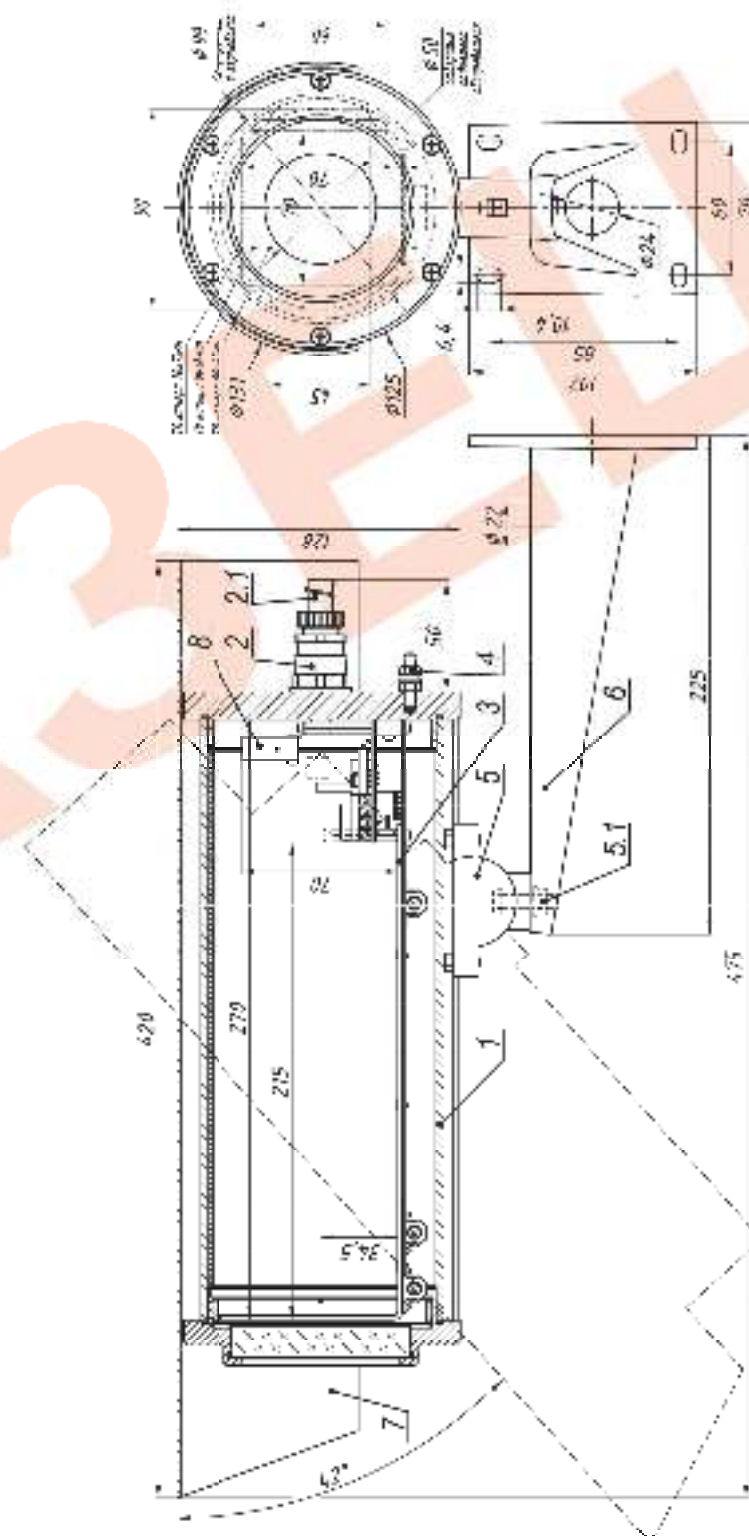

Рис.1 Состав и габаритно-установочные размеры ТГБ-4Г ТВ Ex
2. Выдвинуть модуль видеосъемки (поз.3 рис.1) из кожуха.
9. Обеспечить защиту кабелей во взрывоопасной зоне металлопружком. Металлопружок фиксируется на гермовводе с помощью держателя металлопружка (поз.2.1 рис.1).
10. Ослабив гайку болта фиксации шарнира (поз.5.1 рис.1), установить термокожух на нужное направление обзора, после чего надёжно зафиксировать шарнир затянув гайку.
11. Заземлить термокожух с помощью клеммы заземления (поз.4 рис.1).
В состав изделия входят (см. рис.1):